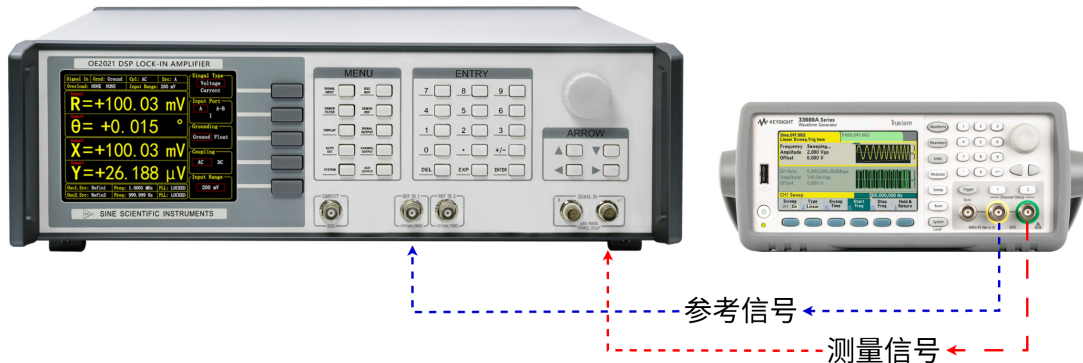

图 100. 信号线连接图
2. 用一条带 BNC 接头的信号线连接函数信号发生器的输出接口和 OE2021 前面板 SIGNAL IN 的 IN+ 接口，用另一条带 BNC 接头的信号线连接函数信号发生器的参考信号接口和前面板的 REF IN 1 接口，如图100所示：